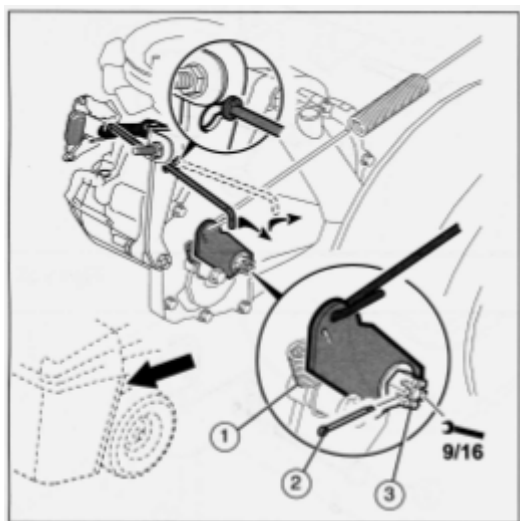

Рис. 22
1. Тормоз расположен с правой стороны редуктора (см. рис. 22).